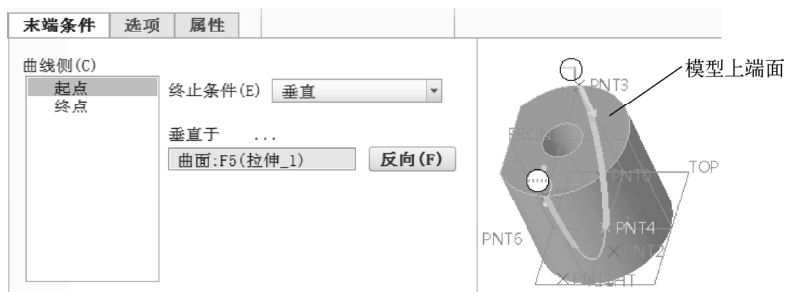

图 3-67 设置曲线起点的条件
4) 在“曲线：通过点”选项卡中打开“末端条件”面板，在“曲线侧”列表中选择“起点”，接着从“终止条件”下拉列表框中选择“垂直”选项，在图形窗口中选择模型上端面作为垂直参考面，并单击“反向”按钮以使箭头方向满足设计要求，如图 3-67 所示。